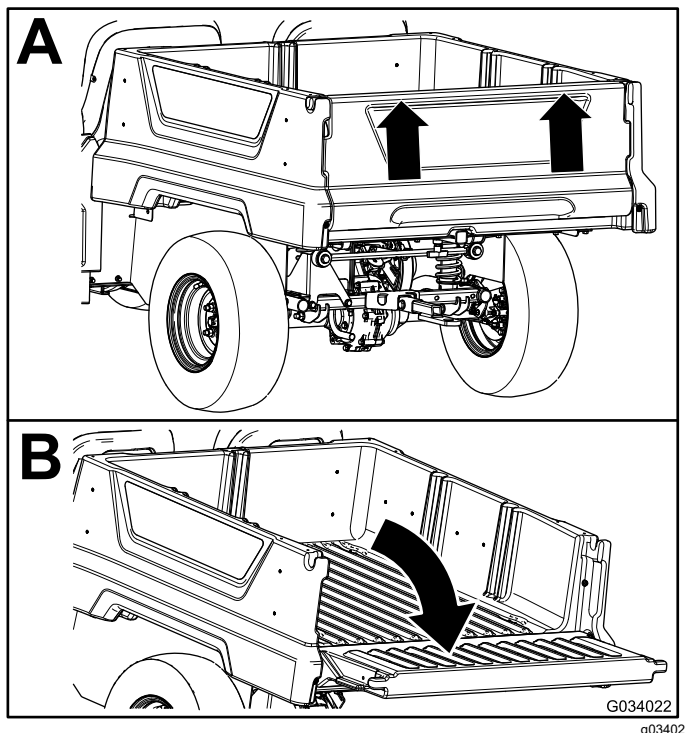

图 17
2. 使用双手抓住尾门上方的脊状边缘提起尾门图 17。
3. 将尾门放下直至与货斗底部齐平图 17。